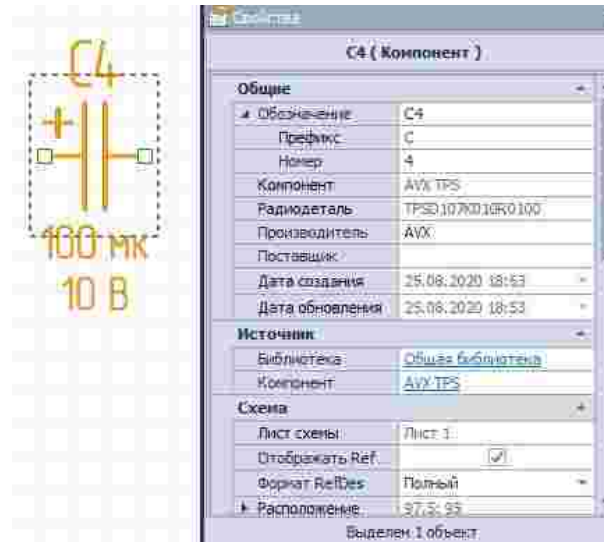

Рис. 193 Выбор радиодетали для осуществления операции по своппингу
1. При наличие двух размещенных на схеме радиодеталей одного и того же компонента, которые необходимо поменять местами, выберите одну из радиодеталей, см. Рис. 193.